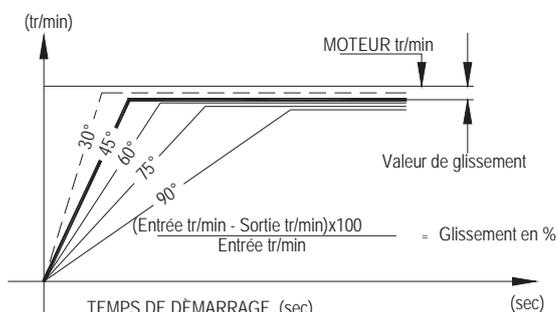

Fig. 3
- un démarrage plus rapide (Fig.3)